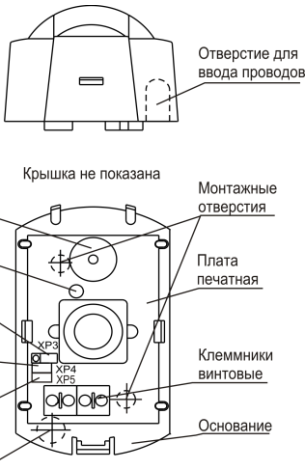

Рисунок 1
- провести провода от источника питания и шлейфа сигнализации через отверстие для ввода проводов (рисунок 1);